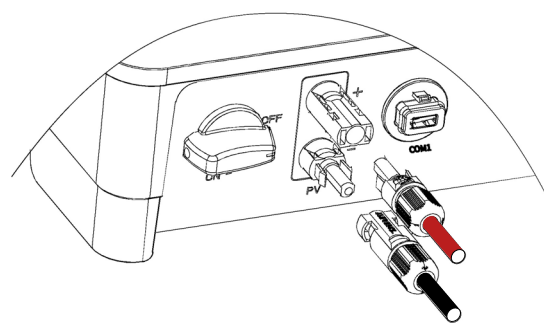
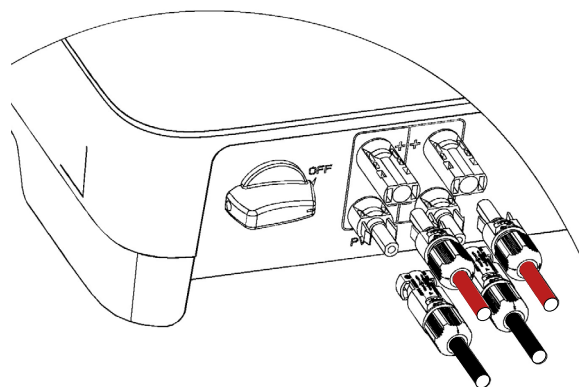

Fig. 25. Conexión terminales entrada DC equipos con 1 MPPT.
Fig. 26. Conexión terminales entrada DC equipos con 2 MPPT.
4. Inserte los conectores positivo y negativo en los terminales de entrada de DC respectivos del inversor. Se debe oír un clic si los terminales están bien conectados, tal como se muestra en la Fig. 25 y Fig. 26: